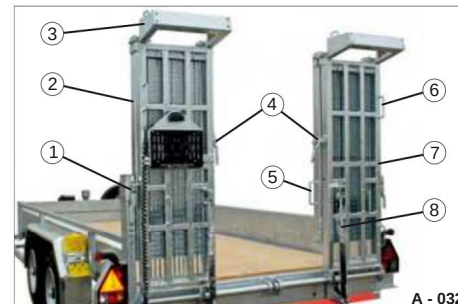

Fig. 34 Rampe di accesso, divise in due parti
- ÿ Sbloccare il blocco della leva rotante (Fig. 34/4):